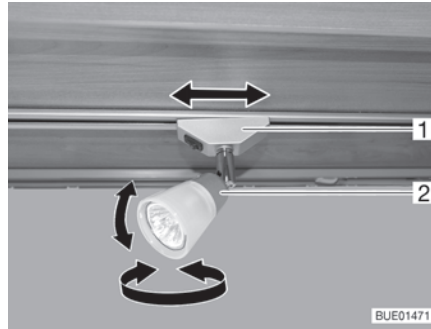

Fig. 34 Foco
*Girar el foco:* ■ Girar la carcasa (Fig. 34,2) del foco en la dirección deseada.
*Desplazar el foco:* ■ Girar el soporte (Fig. 34,1) aprox. 45°.
*Retirar el foco:* ■ Girar el soporte (Fig. 34,1) 90°.